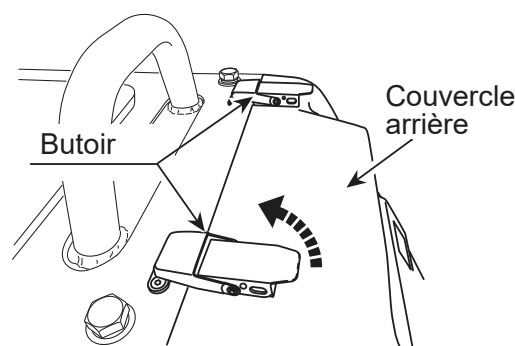

Figure 30. Ouverture du couvercle arrière
1. Déverrouiller les deux tiges d'arrêt à la portion supérieure du couvercle arrière pour ouvrir le couvercle arrière (Figure 30).